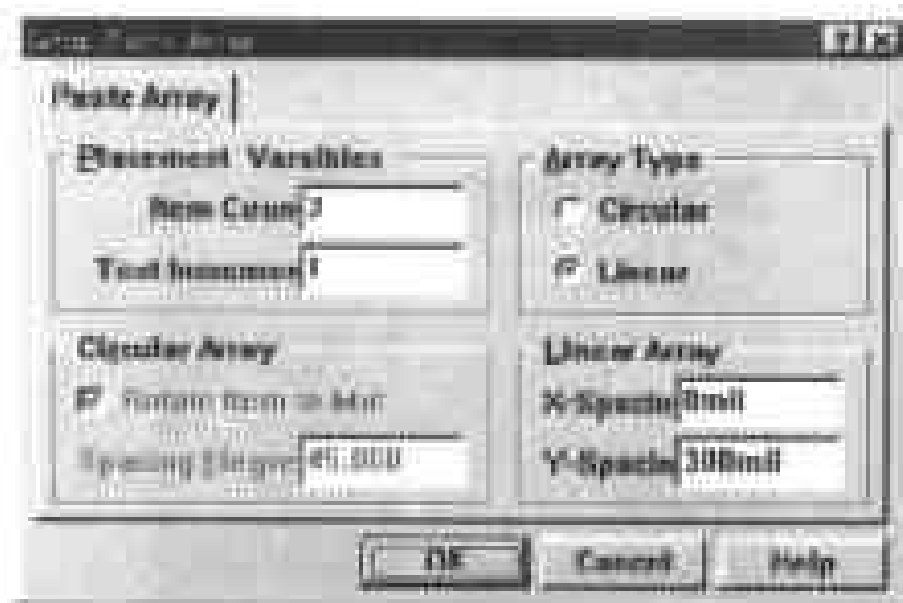

图 7-52 设置阵列式粘贴属性的对话框
(6) 在对话框中设置了以上选项后, 单击对话框底部的 Paste Array 命令按钮, 弹出如图 7-52 所示的对话框。
(7) 在对话框的 Placement Variables 选区的 Item Count 选项的输入框中输入数值 3, 设置要粘贴的元件个数; 在 Text Increment 选项的输入框中输入数值 1, 设置粘贴的元件的序